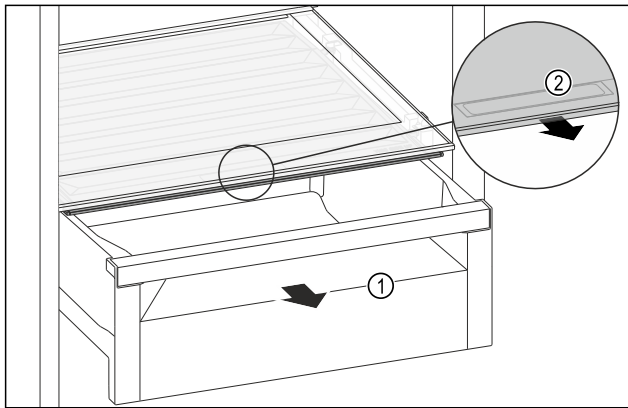

Fig. 151
- ▶ Извлеките выдвижной ящик Fig. 151 (1).
- ▶ Возьмитесь за утопленную ручку Fig. 151 (2) на крышке отделения и одновременно потяните крышку отделения вперед.